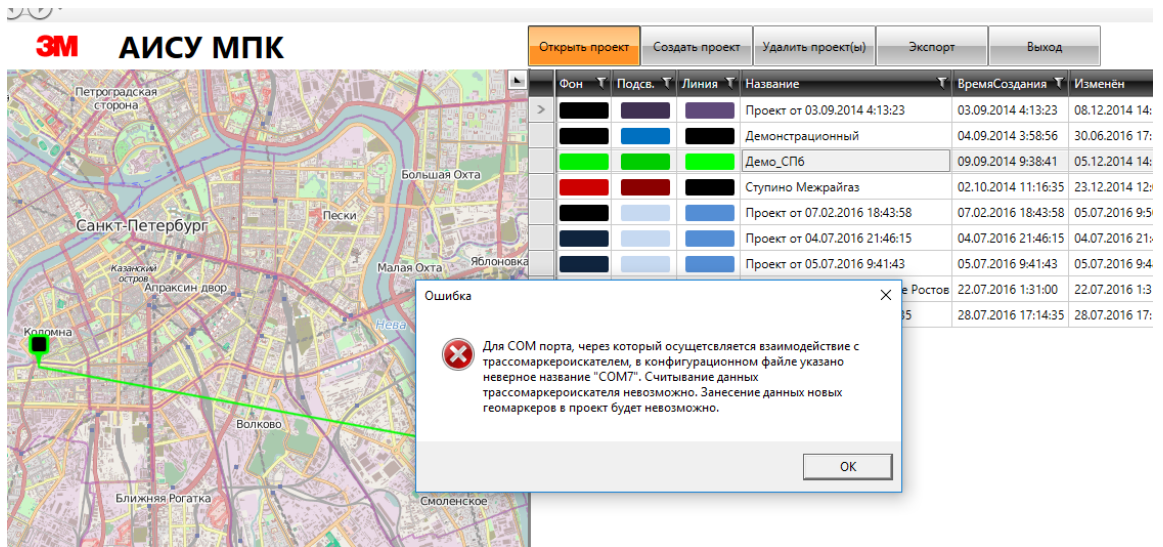

Рисунок 12. Сообщение об ошибке связи с маркероискателем
- В случае, если в конфигурационном файле программы задан неверный номер COM-порта маркероискателя либо если маркероискатель не подключен к мобильному устройству, программа выдаст сообщение об ошибке (рис. 12):